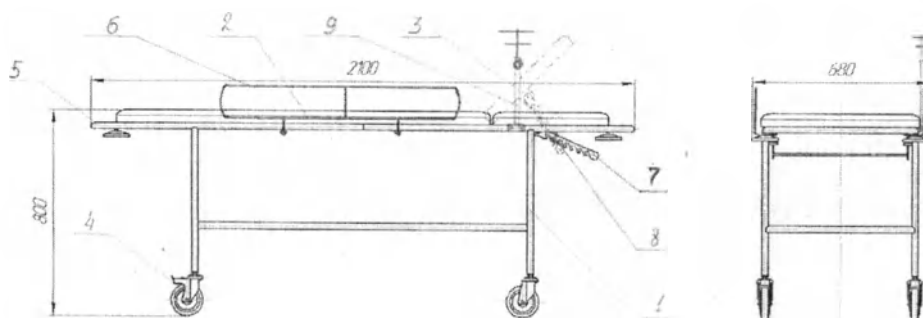

Рисунок 1
2.1 Тележка (см. рис.1) представляет собой каркас 1, сваренный из стальных труб, на котором закреплено ложе 2 и подголовник 3. Тележка установлена на четыре колеса 4 два из которых с тормозом и снабжена ручками 5 и ограждениями 6 установленными по бокам тележки. Подголовник устанавливается в наклонное положение вручную при помощи гребёнок 7 и крючков 8 которые зацепляются между собой. Тележка оснащена штативом 9, закреплённым на раме с помощью двух болтов М6 и оснащённым двумя кольцами и двумя крючками для удержания различных ёмкостей.